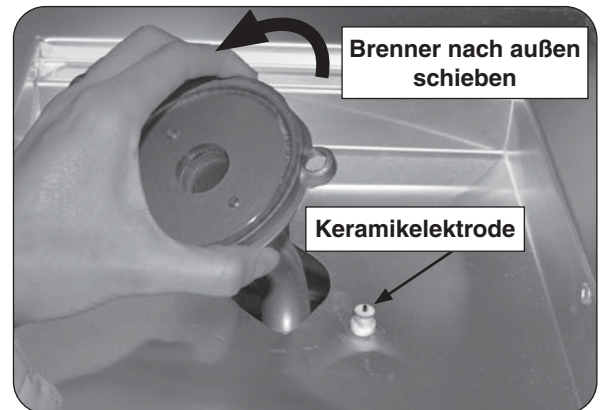

Abb. 33-2 Brenner ausbauen
5. Heben Sie den Brenner vorsichtig hoch und entfernen Sie die Keramikelektrode (siehe Abb. 33-2) und ziehen Sie das Brennerrohr von der Öffnung auf der linken Seite des Geräts weg.